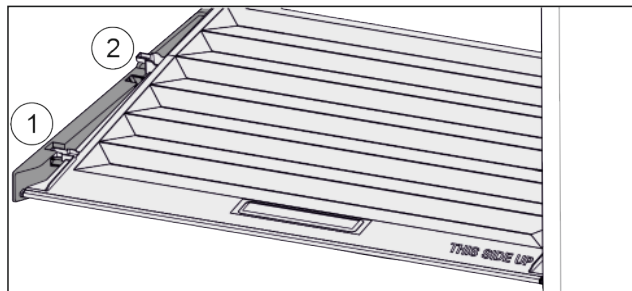

Fig. 44
- ▶ Pokrywę pociągnąć do przodu Fig. 44 (1), aż otworzy się w elementach trzymających.
- ▶ Podnieść tył od dołu i w wyjąć Fig. 44 (2) go do góry.